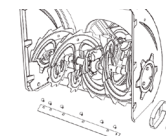

Рис. 21
2. Соберите новые детали с 4 болтами (2 на каждой стороне) и гайками (Рис.21).